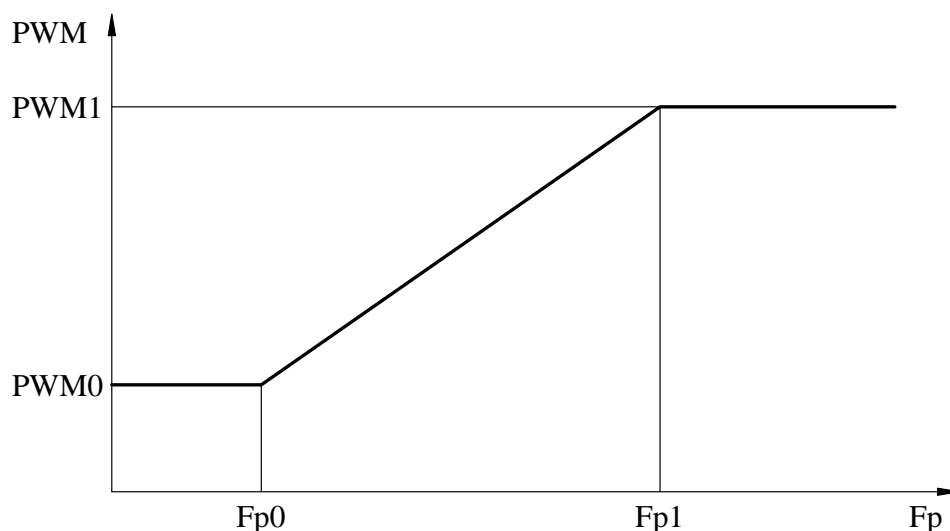

Рис. 7. Зависимость выходного относительного напряжения от частоты и табличных параметров.
3.8.9. Тип 4 – параметры кривой выходного относительного напряжения ($PWM=f(Fr)$) (рис.7)) и дополнительные параметры.